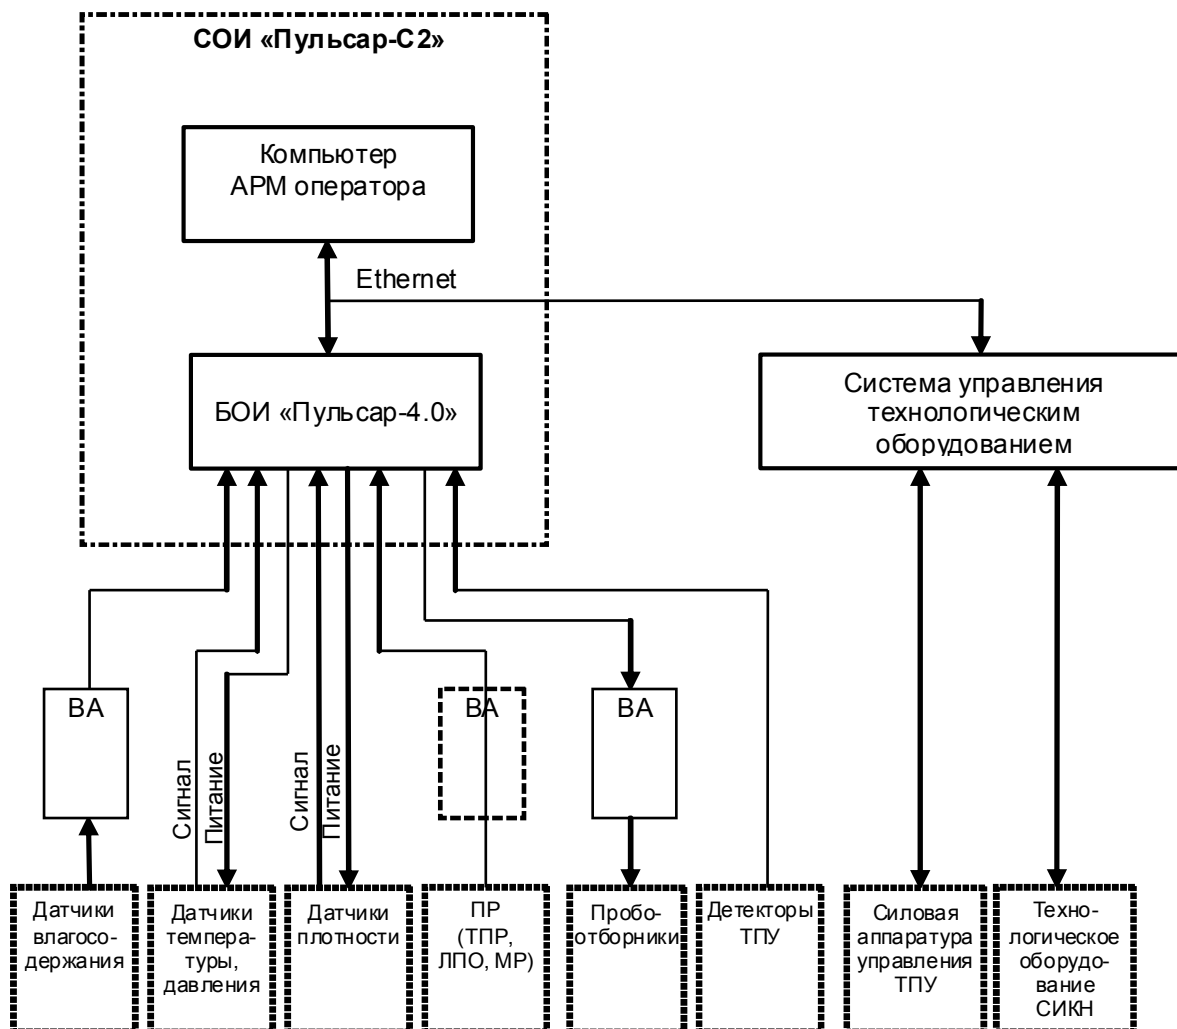

Рис. 2 – Структурная схема комплекса
1.2.1.1 Структурная схема комплекса представлена на Рис. 2.